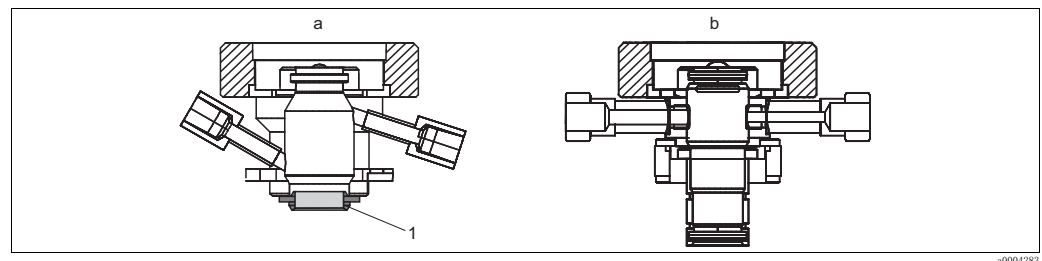

図 14： 洗浄チャンババージョン (プロセス接続部に依じて)
- a) ホルダバージョンが G1¼ 雌ネジプロセス接続部付きの場合 (→ 図 14、項目 b)：ホルダに装備された両方の洗浄ノズルは同一です。片方を入口、もう一方を出口として使用してください。